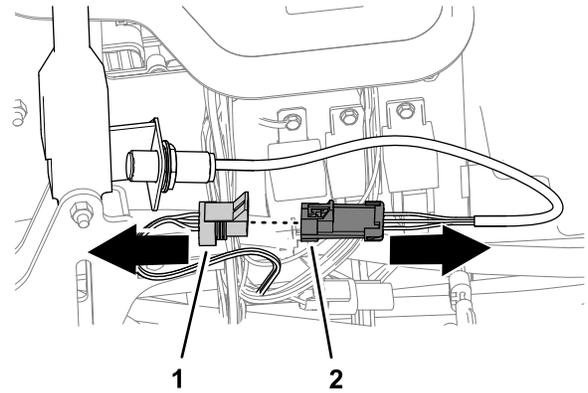

Figura 14
- Desconecte el conector hembra de 3 vías del interruptor del freno de estacionamiento del conector de 3 pines del arnés de cables de la máquina (Figura 14).